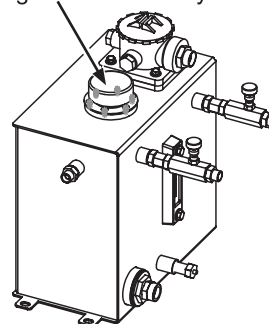

Fig. 12
6. Si le niveau d'huile est bas ou s'il n'y a pas d'huile, dévissez le bouchon du réservoir hydraulique (fig. 12)